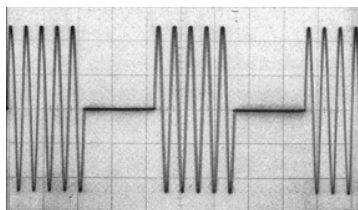

Fig. S15 Segnale sinusoidale ottenuto con il generatore in funzionamento Burst.
**Trigger, Gate, Burst.** In questi modi di funzionamento l'oscillazione non è continua ma avviene solamente su comando. Nel modo trigger si ottiene un solo periodo dell'onda in sincronismo con un segnale di comando. Nel modo burst è possibile selezionare il numero di periodi. Così vengono generati, ad intervalli regolari, «pacchetti» di una determinata forma d'onda (vedi fig. S15). Nel funzionamento gate infine viene generato un segnale che ha inizio con il fronte di salita del segnale di comando, detto appunto gate, e termina con il suo fronte di discesa.